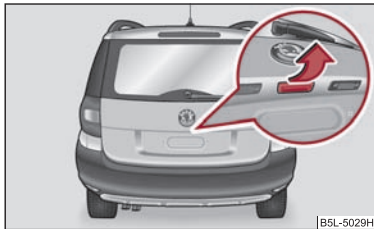

Fig. 28 Clapeta capacului portbagajului
- Apăsăți asupra profilului de prindere ⇒ fig. 28 și ridicați simultan capacul portbagajului.